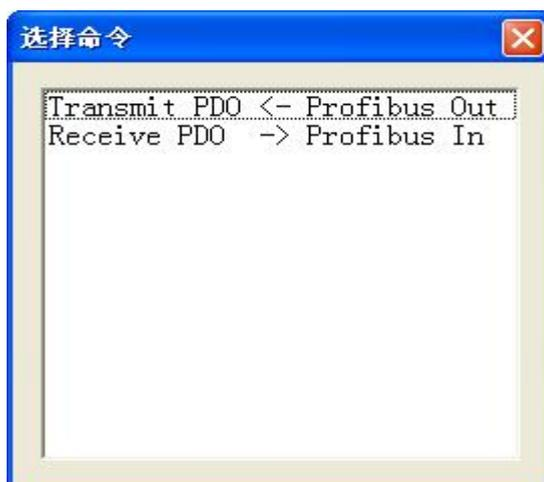

图7：选择命令对话框
3) 增加命令操作: 在节点上单击鼠标左键, 然后执行增加命令操作, 为该节点添加命令。弹出如下选择命令对话框, 供用户选择, 如图7所示: